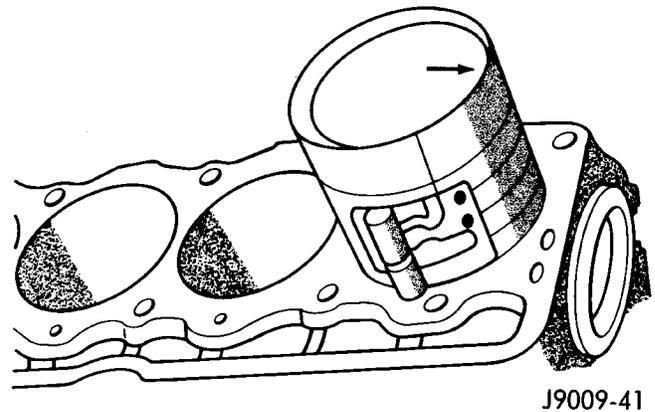

Fig. 18 Instalación del conjunto de biela y pistón
- (1) Elimine el aceite del gorrón de la biela.
- (2) Durante la instalación cubra los pernos de las bielas con secciones cortas de manguera de goma.
- (3) Lubrique el encastre del cojinete superior e instálelo en la biela.
- (4) Instale los conjuntos de biela y pistón con el compresor de aro de pistón. Los orificios de presión de aceite de las bielas deben orientarse hacia el árbol de levas. La flecha de la corona del pistón debe apuntar hacia la parte delantera del motor (Fig. 18). Verifique que los orificios de presión de aceite de la biela se orienten hacia el árbol de levas y que las flechas de los pistones apunten hacia la parte delantera del motor.